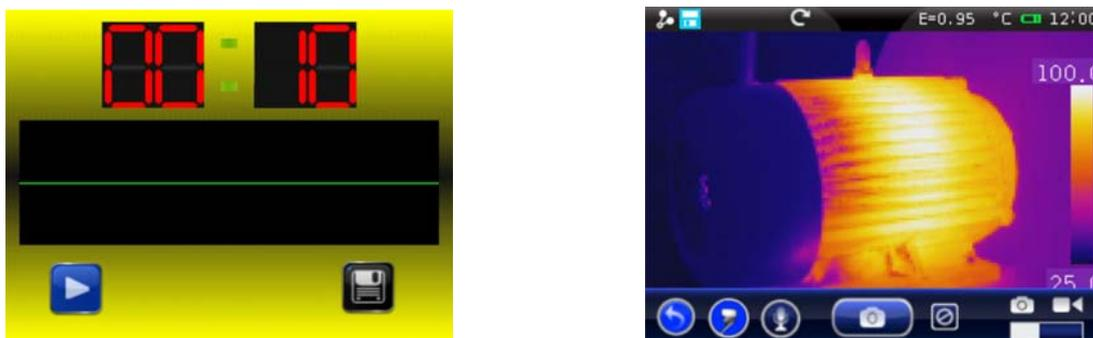

Fig. 62: Terminazione annotazione vocale
6. Toccare l'icona “” per terminare la registrazione. La seguente videata è mostrata (vedere Fig. 62 – Parte sinistra):
7. Toccare l'icona “” per salvare l'annotazione vocale associata all'immagine precedentemente salvata o il tasto “” per uscire senza salvare Lo strumento presenta la videata di Fig. 62 – Parte destra ed è pronto per un nuovo salvataggio dell'immagine